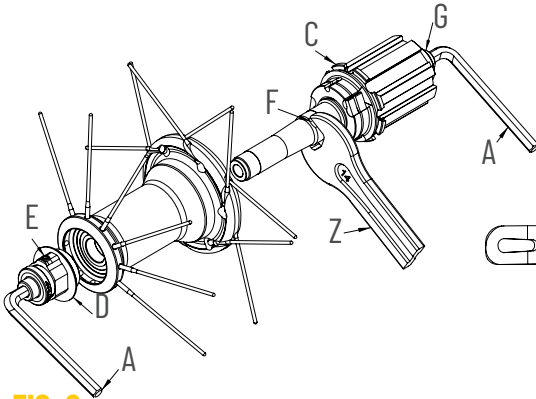

FIG. 2
- Inserite due chiavi a brugola da 5mm (A) dentro agli scontri alle estremità dei mozzi (Fig. 2) e ruotatele in **senso orario**.
- Sfilate il perno del mozzo posteriore; il corpo ruota libera (C) potete sfilarlo dal perno per poter effettuare la manutenzione (Fig. 2).
- Terminata la manutenzione, infilate il corpo ruota libera con il relativo distanziale nel perno (Z) (Fig. 2).